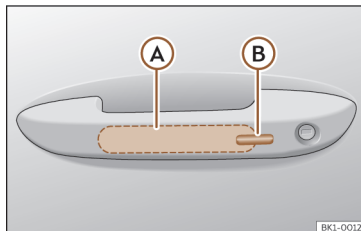

Fig. 73 Manípulo da porta: superfícies sensoras.
>>> **Fig. 73**
- Toque na superfície sensora >>> **Fig. 73 B** situada no lado exterior do manípulo da porta. Todos os indicadores de direção piscam uma vez.
• Antes de passarem 5 segundos, toque uma vez no sensor do lado exterior do manípulo da porta >>> **Fig. 73 B**. Ao fazê-lo, não agarre o manípulo. O sistema Keyless Access fica desativado temporariamente.
Para fechar com a função de conforto todas as janelas elétricas e o teto de vidro, mantenha um dedo durante uns segundos sobre a superfície sensora de bloqueio >>> **Fig. 73 B** do manípulo da porta até que as janelas e o teto se tenham fechado.